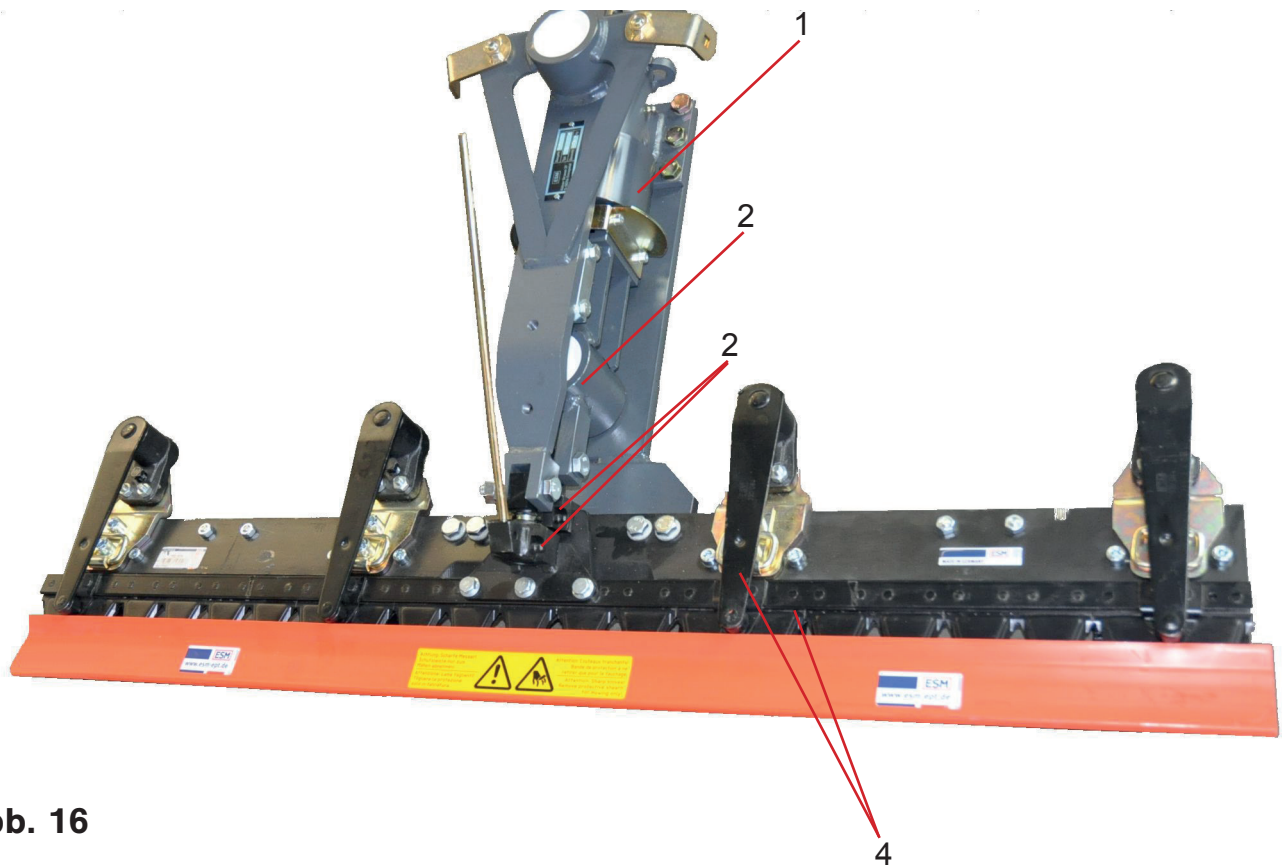

Abb. 16
2) Doppelmesser-Mähsystem (Abb. 16):